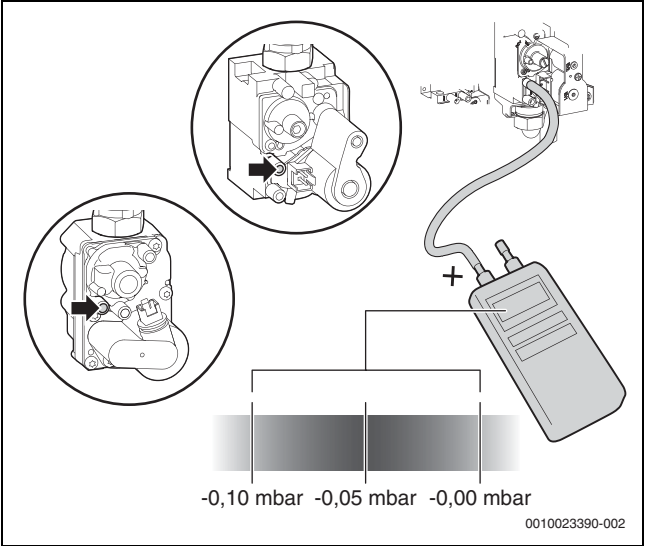

Bild 43 Differenzdruck messen
- Differenzdruck des Gasventils messen (→ Bild 43). Der optimale Differenzdruck beträgt -0,05 mbar.